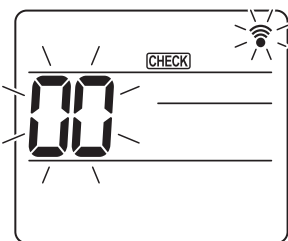
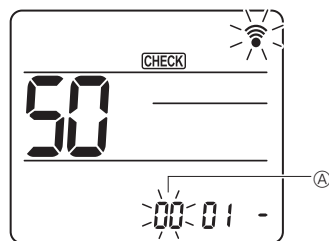
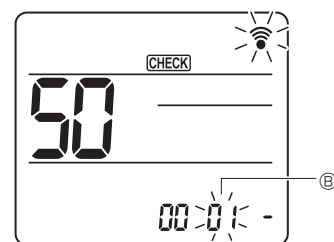
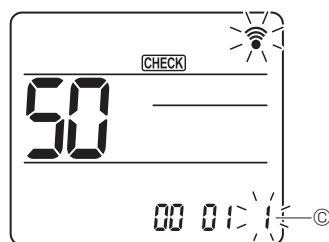

Fig. 7-16
Fig. 7-17
Fig. 7-18
Fig. 7-19
#### 7.4.2. За допомогою безпроводного пульта дистанційного керування (Fig. 7-16, Fig. 7-17, Fig. 7-18, Fig. 7-19)
① Перехід у режим вибору функції
- Натисніть кнопку [MENU] та утримуйте її 5 секунд. (Почніть цю дію з вимкненого стану дисплея пульта дистанційного керування.) Загориться [CHECK] (ПЕРЕВІРКА) і почне блимати «00». (Fig. 7-16)
② Встановлення номера
- Натисніть кнопку [0] для встановлення номера блока ①. (Fig. 7-17)
③ Вибір режиму
- Натисніть кнопку [7] для вибору номера режиму ②. (Fig. 7-18)
④ Вибір номера параметра
- За допомогою кнопки [1] змініть номер налаштування ③. (Fig. 7-19)
⑤ Для безперервного вибору декількох функцій
- Повторіть вибір ③ і ④ для безперервної зміни налаштувань кількох функцій.
⑥ Завершення вибору функцій